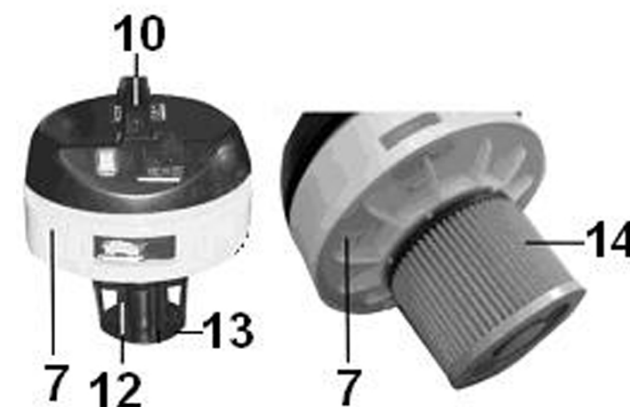

Рис. 3
- Аккуратно снимите с корпуса фильтра (13) складчатый бумажный фильтр (14) или фильтр полиуретановый (15) (Рис. 3, 4) и очистите их от пыли и грязи;
- При необходимости осторожно продуйте снятый складчатый фильтр (14) сжатым воздухом изнутри наружу;
11.5. После очистки установите фильтры на место (см. п. 8.2.) за ручку (10) правильно установите секцию электродвигателя (7) на бак (4) и заблокируйте два замка (11) (Рис. 2). Следите за тем, чтобы поплавковый предохранительный клапан (12) (Рис. 3) свободно перемещался в корпусе фильтра (13) и при установке секции электродвигателя (7) на бак (4) находился в нижней части корпуса фильтра (13).